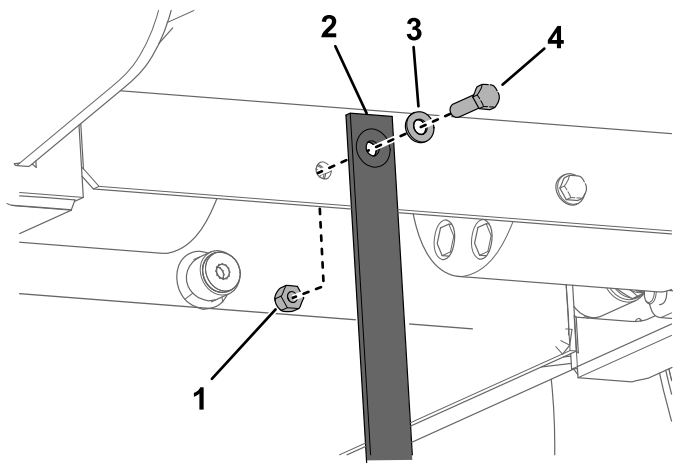

Figure 32
3. Sous la plate-forme, remplacez la sangle anti-statique comme montré à la Figure 32.